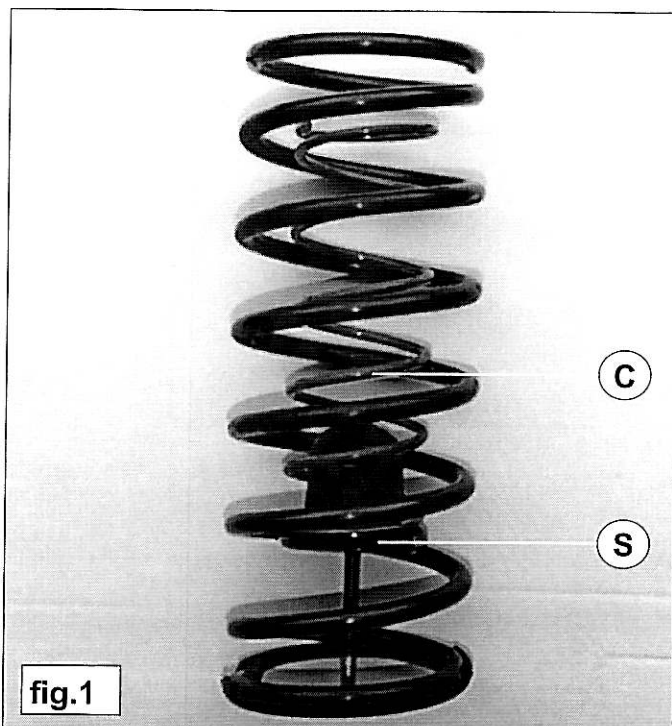

fig.1
5. Setzen Sie die Niveaufeder mit dem Gummischlauch auf den Puffer und schieben Sie dann diese in die Hauptfeder ein (siehe Fig.1).
4. Placez le ressort de renfort avec le tuyau sur la butée et placez le tout sur le ressort principal. Cf. fig.1.
4. Placera hjälpfjädern med slangen på genomslagsgummit. Sätt genomslagsgummit tiolsammans med hjälpfjädern i huvudfjädern. Se fig.1)